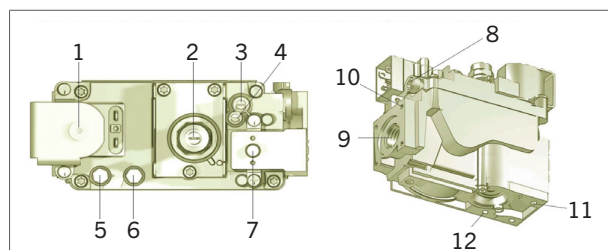

Figure 23 - Composants majeurs de la vanne de gaz HR80 - 120
La vanne de gaz comporte deux vis de réglage (figure 23) :
**DANGER !** Mesurer systématiquement la production d'oxyde de carbone de l'aérotherme. Une concentration de CO anormalement élevée indique généralement un mélange de gaz trop riche. Si nécessaire ajuster la richesse du mélange à l'aide des deux réglages (figure 23). La concentration de CO doit toujours être inférieure à 100 ppm.